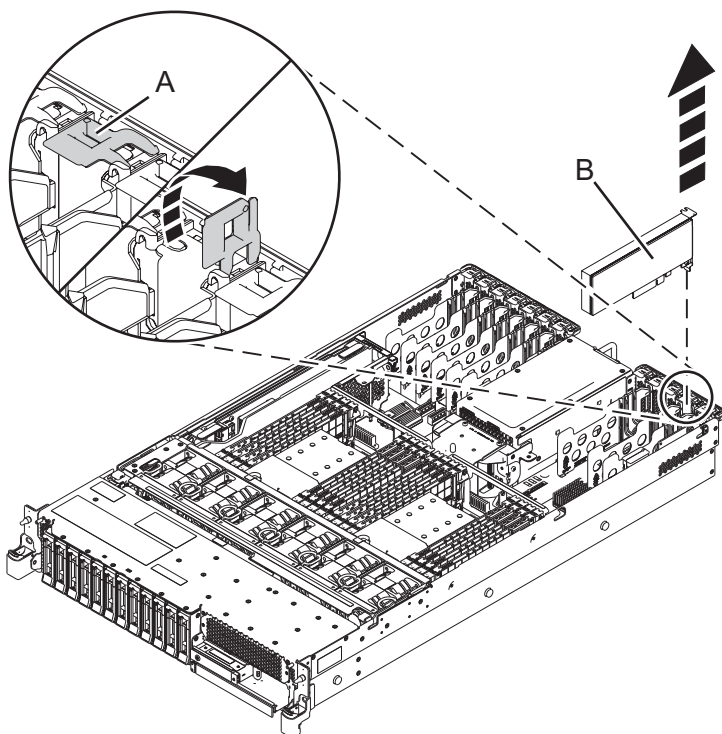

Figure 33. Retrait d'une carte PCIe d'un système 5148-21L, 5148-22L, 8247-21L, 8247-22L, 8284-21A ou 8284-22A
2. Pour placer le loquet de la carte (**A**) sur l'emplacement cible en position ouverte, faites pivoter le loquet (**A**) situé à l'arrière du système, dans le sens illustré dans la figure 33.
3. Saisissez avec précaution le bord supérieur ou la contre-poupée de la carte (**B**) et retirez celle-ci de son emplacement, comme illustré dans la figure 33.